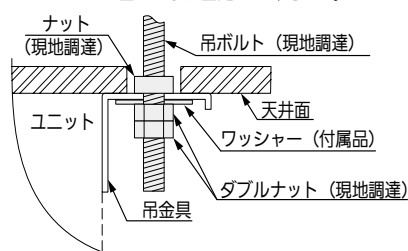

図 14
- 7-5. 吊ボルトにワッシャー（付属品）とナット（現地調達）を取り付けてから吊金具を取り付けてください。（図 14、15）